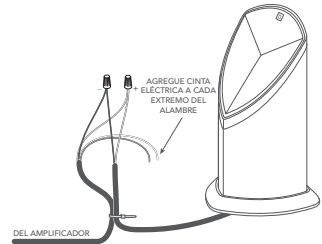

Figura 5
2. Empezando por el altavoz más alejado del amplificador, pele 3/4 de pulgada de aislamiento en el extremo cortado de los cables de entierro para el canal de amplificador apropiado, según las tablas siguientes; a continuación, pele el aislamiento de los extremos del cable flexible del altavoz correspondiente. Envuelva los cables no utilizados en cinta eléctrica para protegerlos de la humedad y los cortocircuitos (ver figura 5).